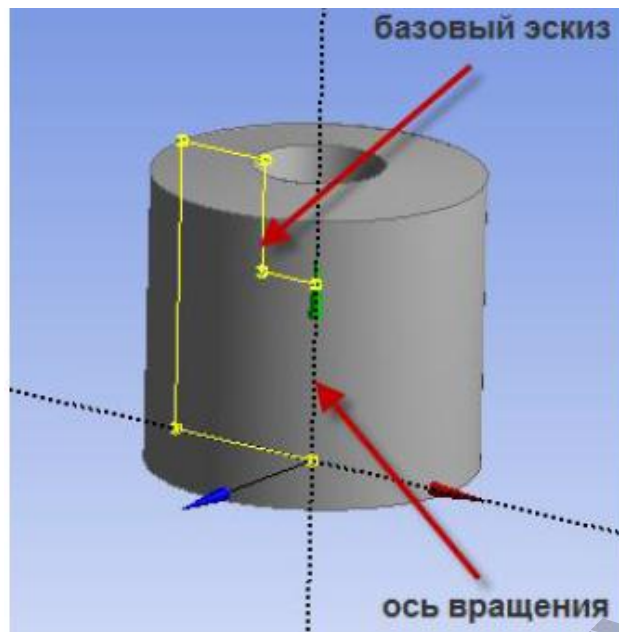

Рисунок 1.23 – Вращение эскиза
**Вращение (*Revolve*)** позволяет получить тело вращения путем поворота базового эскиза вокруг заданной оси (рисунок 1.23). Опции *Base Object*, *Operation* и *Direction* аналогичны команде *Extrude*. Опция *Axis* задает ось вращения – это может быть отрезок, ребро или координатная ось. Параметр *Angle* задает угол поворота.